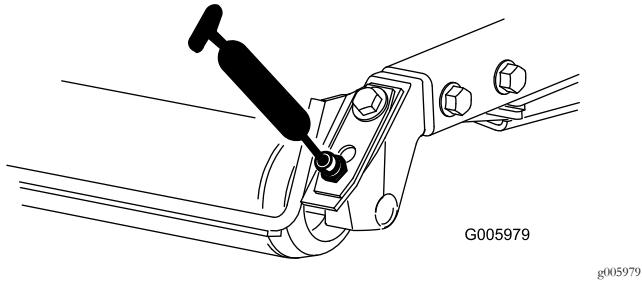

图38
- 滚刀组承载臂轴套每个剪草机刀盘 1 个如图38 所示
- 后滚筒轴承每个剪草机刀盘 2 个如图38 所示